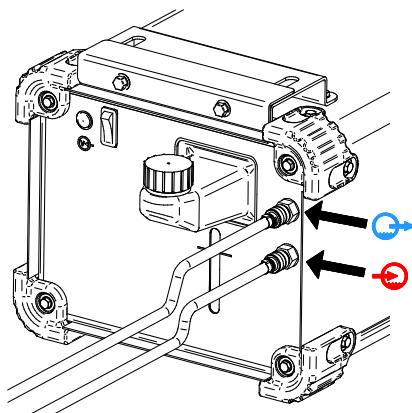

Abb. 6.
- Schließen Sie die Wasserkühlsschläuche an Vor- [5] und Rücklauf an [4] (Abb. 6).
- Schließen Sie die Wasserkühlsschläuche an – Abb. 6.